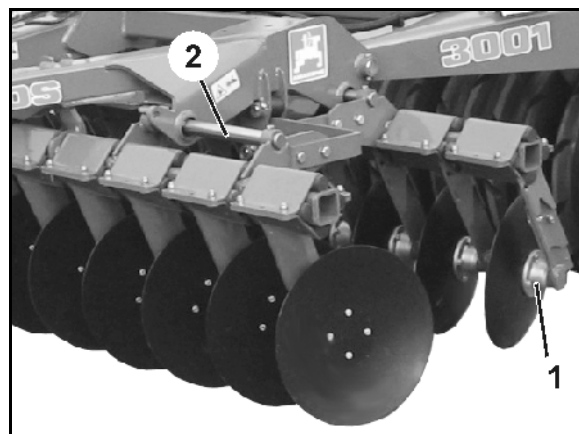

Fig. 8
Lagărele discurilor (Fig. 8/1) sunt alcătuite dintr-un rulment conic cu bile dublu, cu etanșare mecanică, umplut cu ulei și care nu necesită întreținere.
- Decalarea bateriilor anterioare și posterioare este adaptată prin intermediul unității de deplasare (Fig. 8/2) în funcție de adâncimea de lucru și viteză. Reglarea se face cu ajutorul excentricelor **AMAZONE**.